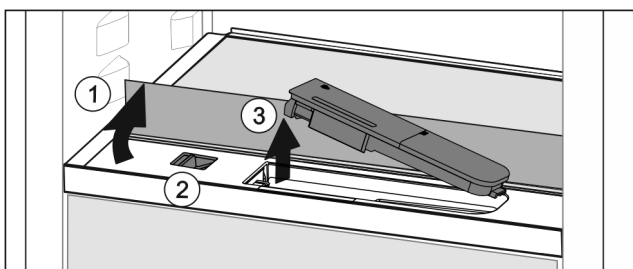

Fig. 138
- ▶ Повдигнете стъклената плоча и я завъртете до ограничителя назад Fig. 138 (1).
- ▶ Преместете плъзгача Fig. 138 (2) наляво.
- ▶ Извадете резервоара за вода Fig. 138 (3).